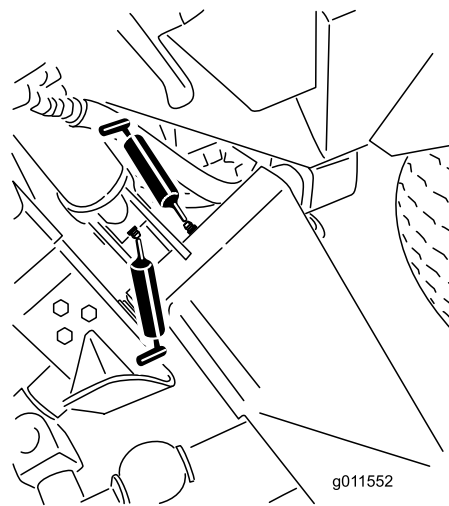
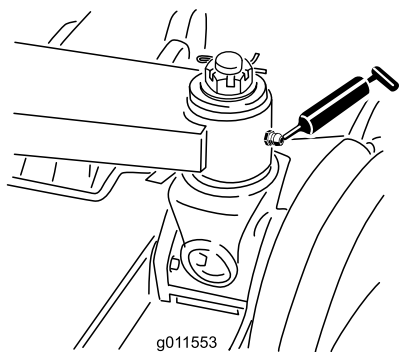

Figura 70
Figura 71
- Seis casquilhos do braço de elevação principal (Figura 70 e Figura 71)